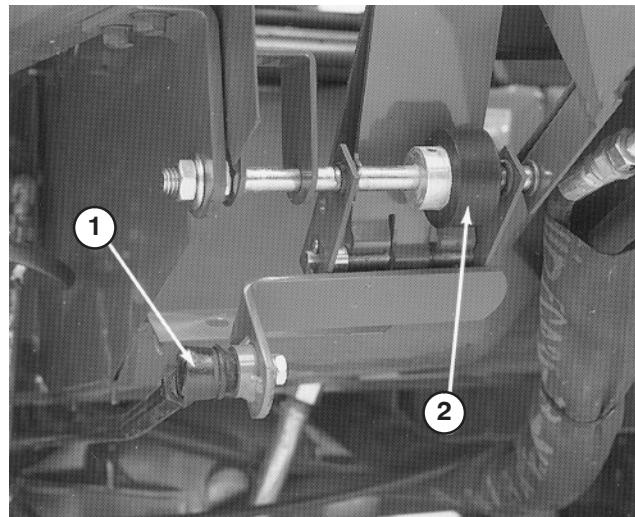

Bild 59
4. Stellen Sie die Schaltstange (Bild 59) ein, bis der Abstand zwischen der Oberkante der Anschlagschraube des Fahrpedals und des Pedals 3 mm beträgt. Ziehen Sie die Sicherungsmuttern fest.
1. Lösen Sie die zwei Muttern, mit denen die Fahrpedalwelle rechts am Pedal befestigt ist (Bild 59).